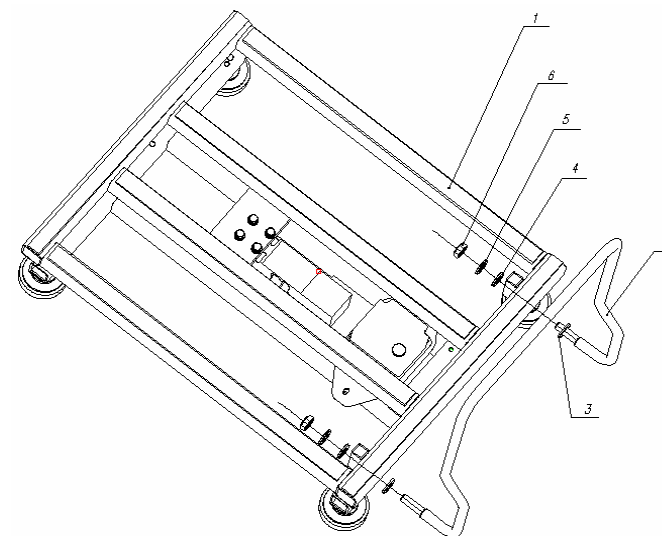

Рис. 8. Схема монтажа стойки-ограничителя на основании весов
2.3.2 Снять крепеж со стойки-ограничителя. Одеть шайбы 3 скосом вверх на концы стойки 2 (Рис.8) и вставить стойку в боковые отверстия основания платформы 1. На выступающие концы стойки одеть шайбы 4, шайбы-гровер 5, одеть и затянуть гайки М10 поз.6